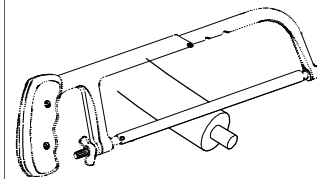

Fig. 29
- Couper la partie en excédent. fig. 29.